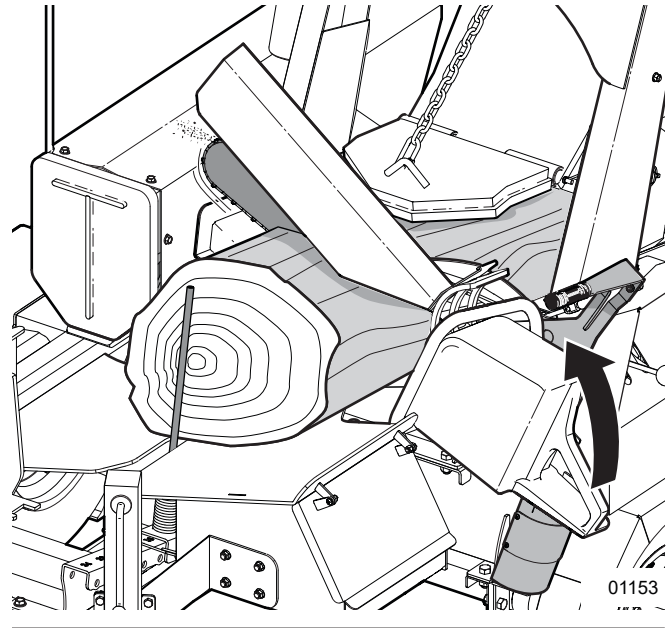

Figure 34—Coupez une grume
3. Utilisez la tronçonneuse pour couper la grume. Vous pouvez également utiliser la poignée du support. Consultez *Figure 34*. Le guide-chaîne du support s'arrête sur le dessus de la grume, tandis que la tronçonneuse continue de couper la grume.